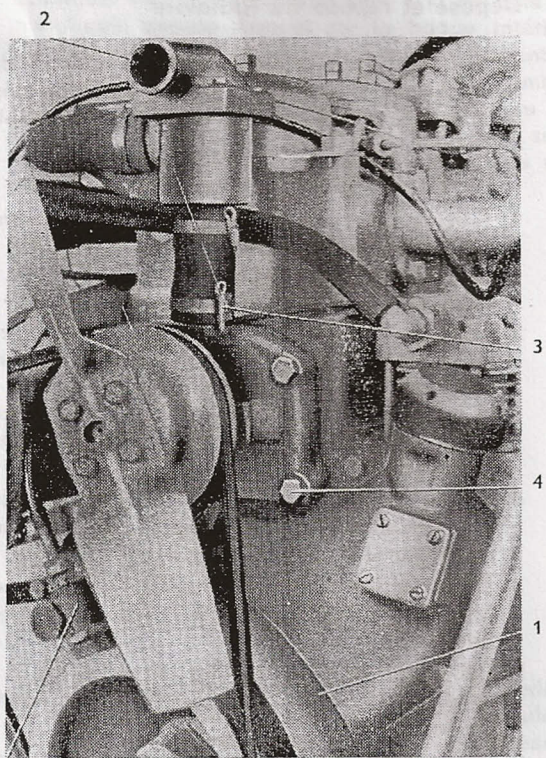
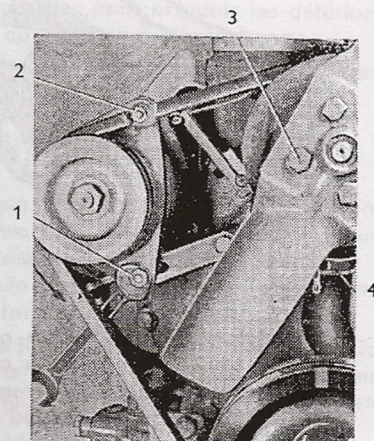

Fig. 8
Fig. 9
3. Desserer l'écrou de la jambe de dynamo (fig. 9/1) et les écrous (fig. 9/2) du support de dynamo. Basculer la dynamo dans le sens de la flèche par quoi la courroie trapézoïdale est dégagée.
4. Dévisser les quatre vis M 8x18 (fig. 9/3) serrant le ventilateur contre la poulie; retirer celle-ci du moyeu de la pompe à eau.
5. Dégager le collier (fig. 8/3) du tuyau de caoutchouc reliant le corps de la pompe à eau au corps de thermostat et le collier du tuyau d'aspiration de caoutchouc reliant le corps de la pompe à eau au radiateur (fig. 9/4). Retirer le tuyau du corps de la pompe à eau.
6. Dévisser les quatre vis M 10 (fig. 8/4) serrant le corps de la pompe à eau au carter moteur par quoi même la conduite du décompresseur est déconnectée.